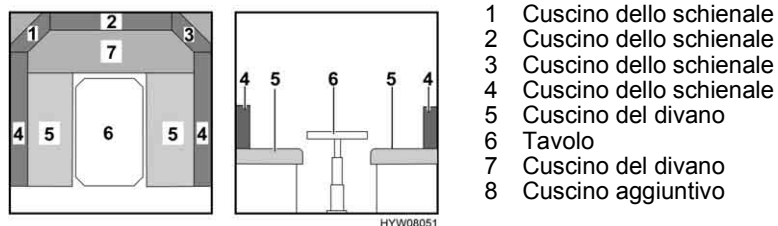

Fig. 54 Prima della trasformazione
- Collocare i cuscini dello schienale (Fig. 54,1, Fig. 54,2, Fig. 54,3 e Fig. 54,4) sotto il tavolo.